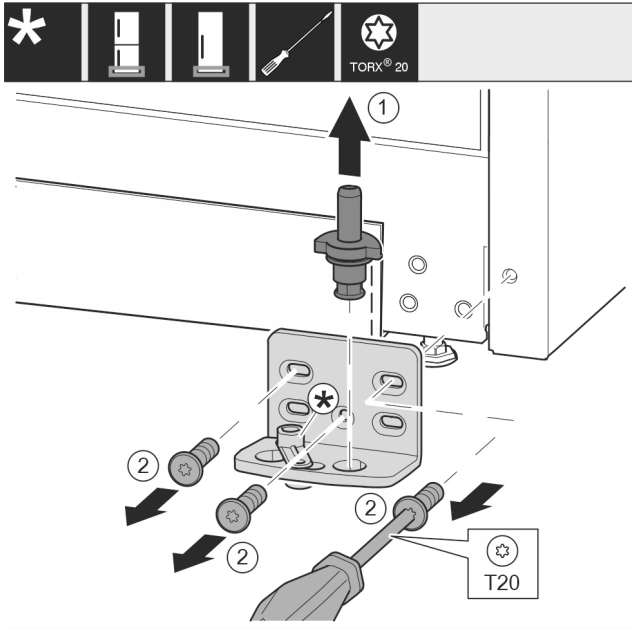

Fig. 27
- Húzza ki teljesen a csapszeget Fig. 27 (1) felfelé.
- Tekerje ki a csavarokat Fig. 27 (2) csavarhúzóval, és vegye le a csapágybakot.